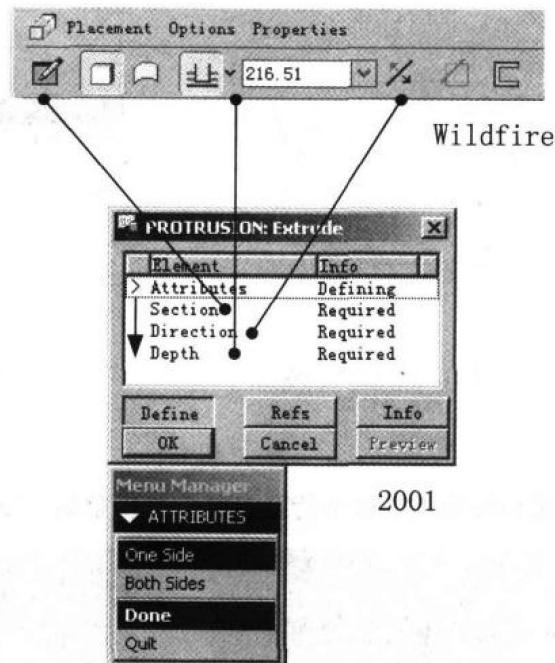

图 1-2
2. 常用特征定义由传统的串行操作改为并行操作，不再陷入固化的流程，如图 1-2 所示。